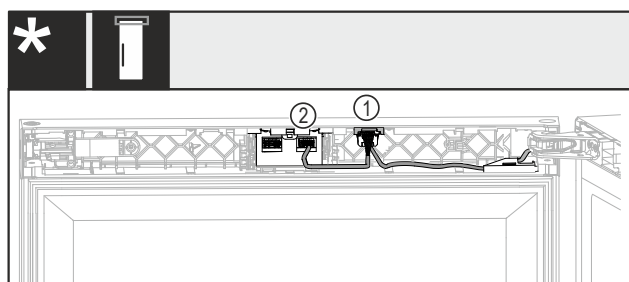

Fig. 44 Brez ključavnice ali z mehansko ključavnico*
- ▶ Potisnite vtič z obema kabloma Fig. 44 (1) v vodilo.*
- ▶ Vtič s kablom Fig. 44 (2) zaskočite v desno vtičnico.*